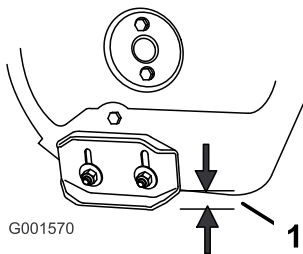

Figure 25
2. Desserrez les écrous de fixation des deux patins aux côtés de la vis sans fin jusqu'à ce que les patins puissent coulisser aisément vers le haut et vers le bas (Figure 25).